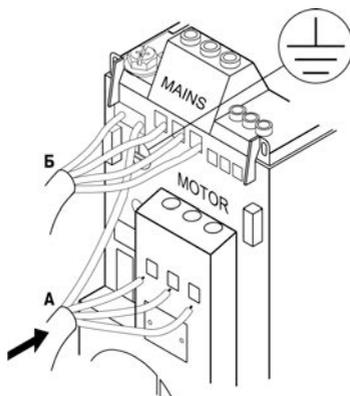

Рисунок 5.1 – Подключение электродвигателя (кабель А, клеммы «Motor») и сетевых проводов (кабель В, клеммы «Mains»)
5.2.2.1 При подключении к прибору сети питания следует сначала подключить заземляющий кабель, затем присоединить провода к клеммам 13 (L1/L), 14 (L2) и 15 (L3/N) клеммной колодки, расположенной на нижней поверхности прибора, и затянуть клеммы (см. рисунок 5.1).
5.2.3.4 При подключении к прибору двигателя следует сначала подключить заземляющий кабель, затем присоединить провода к клеммам 13 (L1/L), 14 (L2) и 15 (L3/N) клеммной колодки, расположенной на нижней поверхности прибора (по схеме «звезда» или «треугольник»), и затянуть клеммы (см. рисунок 5.1).